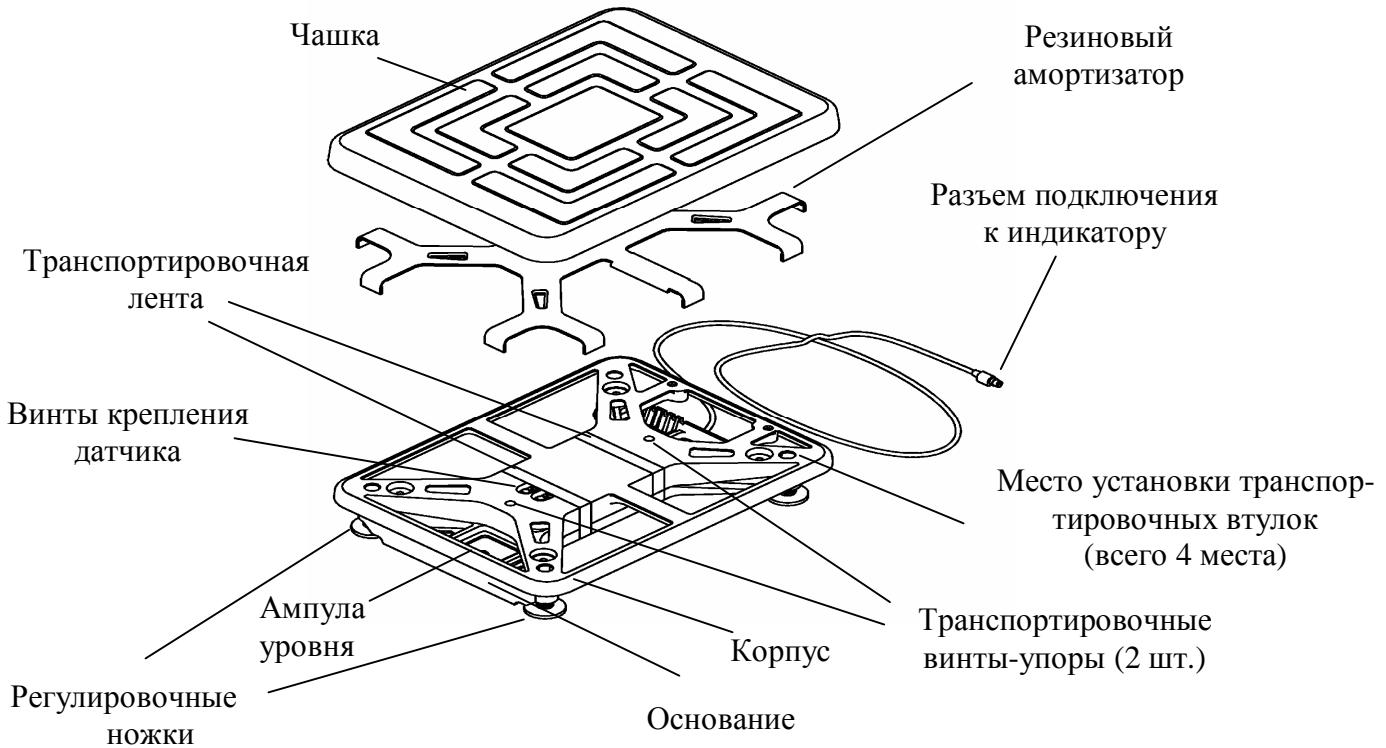

Рисунок 6.1- Весовая платформа ТВ-С\_Р3
6.1.2 Снять чашку с весовой платформы. Вынуть из весовой платформы транспортировочные вкладыши (рис.6.1, 6.2).
6.1.4 В весовой платформе TB-S\_P3 (рис.6.1) срезать и удалить транспортировочную ленту и вывернуть два транспортировочных винта-упора, вращая их только против часовой стрелки.